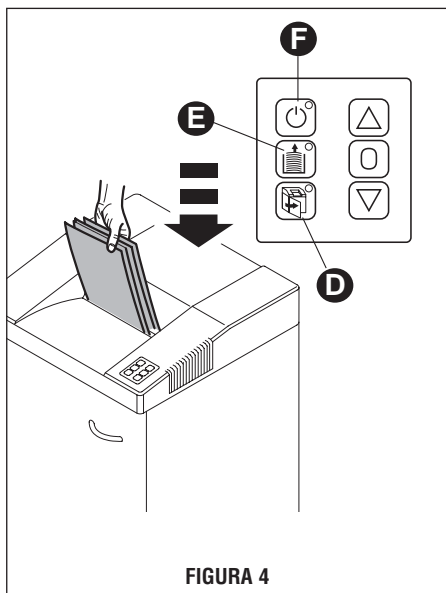

FIGURA 4
FIGURA 4. Para evitar que las tiras de papel se reintroduzcan en los cortadores y atasquen la trituradora, esta unidad presenta una función de apagado automático cuando el recipiente de depósito está lleno. Una vez que el recipiente de depósito esté lleno, la unidad se apagará automáticamente y la luz de recipiente de depósito lleno (E) se encenderá. Ahora puede aplastar las tiras de papel y continuar triturando o vaciar el recipiente de depósito.